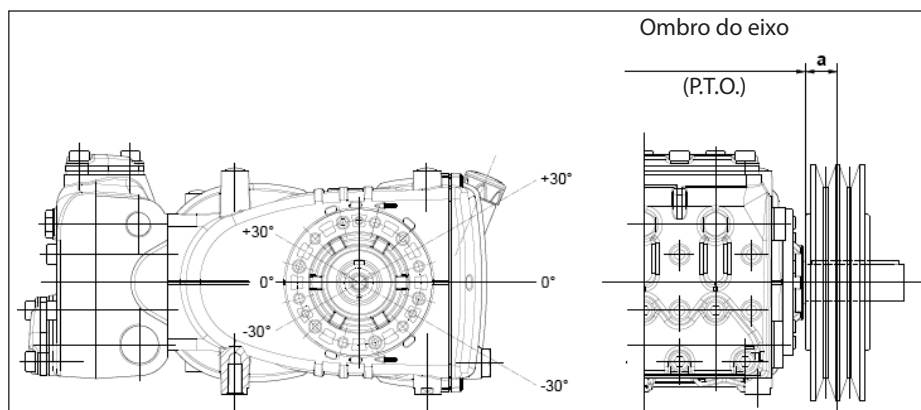

Fig. 10
A carga radial no eixo não deve ser superior a 3000 N (valor necessário para a definição do layout). A transmissão é considerada adequada, se tal carga é aplicada a uma distância máxima de $a=30$ mm do ombro do eixo (P.T.O) conforme indicado na Fig. 10.
- b) Use correias de alto rendimento - por exemplo **XPB** ao invés de **SPB** - pois resultará na necessidade de uma quantidade inferior de correias para a mesma potência transmitida e uma conseqüente distância inferior da resultante em relação ao ombro do eixo (P.T.O.) "a" da Fig. 10.
- e) Siga a direção do da tensão da correia, conforme indicado na Fig. 10, para exigências diferentes, contate o **Departamento Técnico** ou o **Serviço de Assistência ao Cliente**.